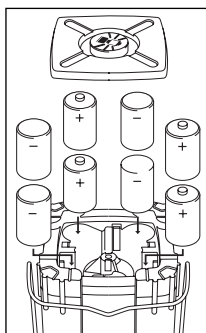

Fig. 1
2. Placez les 8 piles tel qu'illustré, en les orientant exactement tel qu'indiqué dans le logement de piles. Assurez-vous que les 8 piles soient correctement placées. (Fig. 1.)